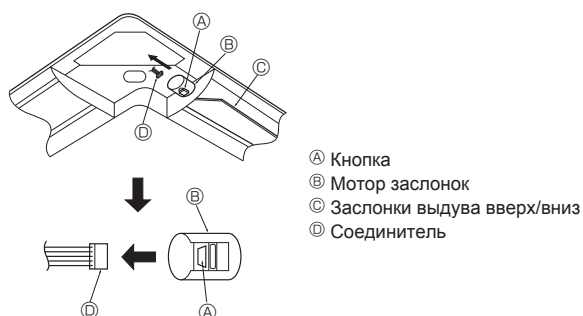

Fig. 6-11
6.7. Блокировка направления воздушного потока вверх/вниз (Fig. 6-11)